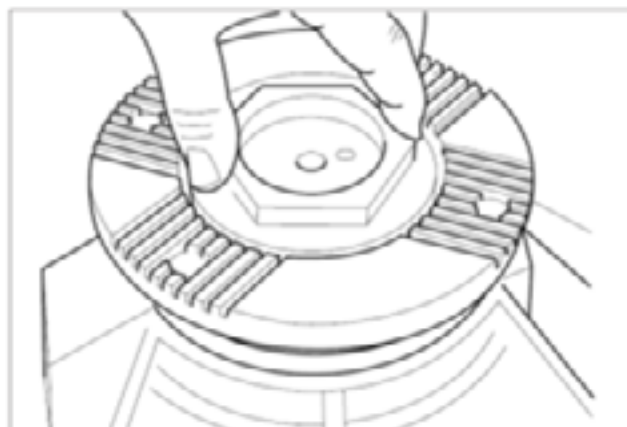

Fig. 4.13
8. Recoloque o flange e a porca do pinhão. (Fig. 4.13)